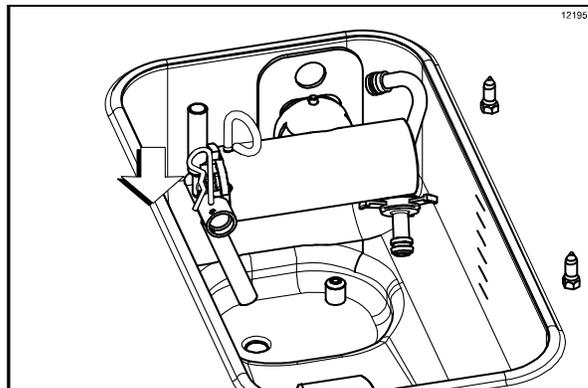

图 162
17. 取下泵上的开尾插销，将奶浆进料管置于储料槽的角落，将开尾插销安装在泵出料口的管接头上。（见图 162。）